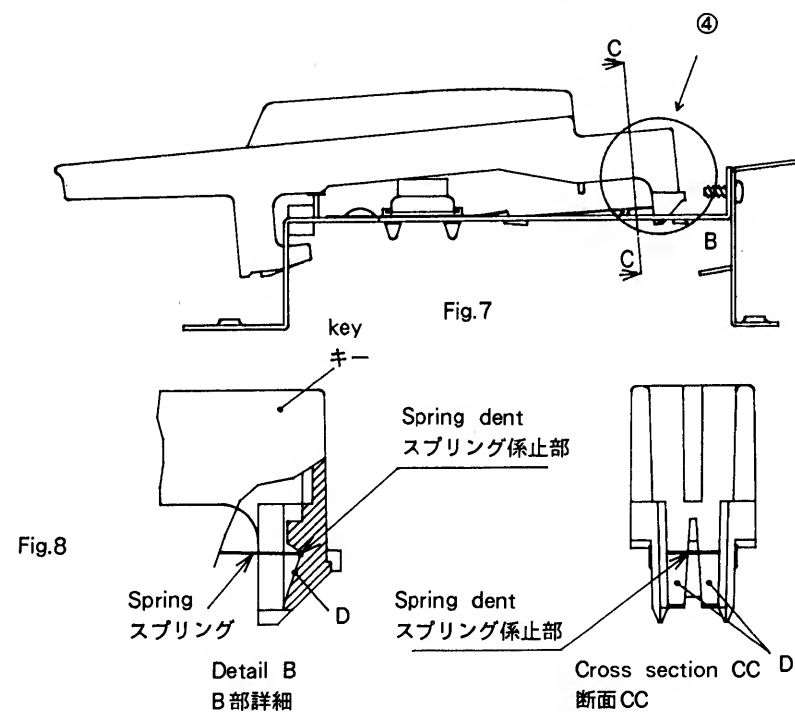

Fig.8
2. Referring to Fig.7 and Fig.8, fit the spring in the spring dent and press the key in the direction of ④.
2. Fig.8 に示すようにスプリングをスプリング係止部にあて、Fig.7 の方向④にキーを押し込む。
注) スプリングを Fig.8 に示すスプリング係止部に確実に係止させてください。スプリングが斜面Dに止まっていると、正常なキータッチが得られません。